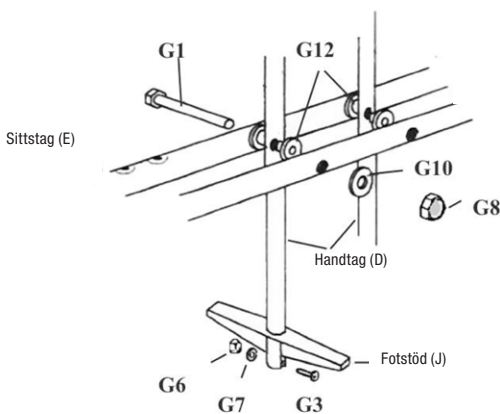

Fig 14
9. Tryck i plasthylsor (G11) i sidohålen på handtagen. Fäst sittstagen (E) till handtagen (D) med 85 mm M8 6-kantsbult (G1), M8 brickor (G10) och M8 kupolmuttrar (G8). Se till att hålen för sitsarna till tvillinggungan är uppåt.
10. Fäst fotstöden (J) till undre delen av handtagen med 42 mm insexbult (G3), M6 brickor (G7) och M6 kupolmuttrar (G6). Dra åt alla muttrar. Se fig 14.